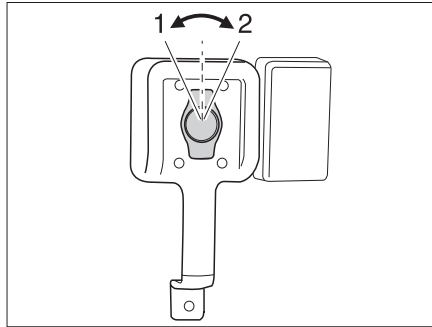
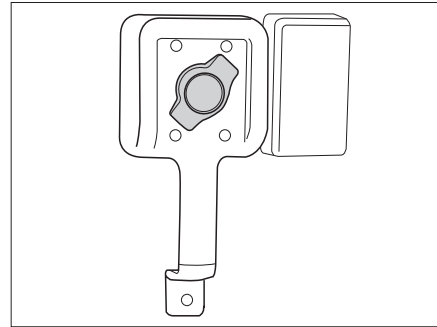

Fig. 33 Cerradura de la puerta de entrada, en el interior, abierta
Fig. 34 Cerradura de la puerta de entrada, en el interior, bloqueada
- Girar el puño de la puerta en sentido contrario a las agujas del reloj (Fig. 33,1). Se desbloqueó la cerradura de la puerta.
- Girar el puño de la puerta 45° aprox. en sentido de las agujas del reloj (Fig. 33,2) y dejarlo en esta posición (Fig. 34).